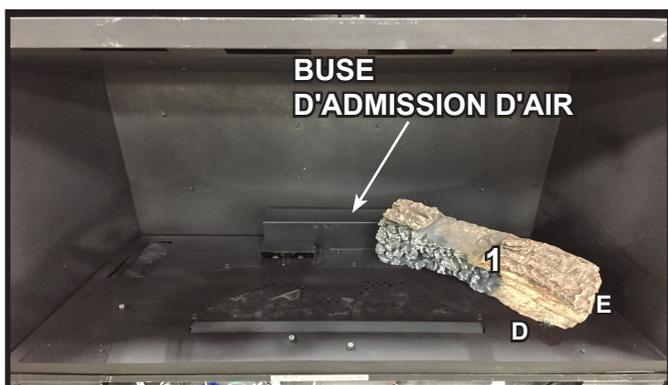

Figure 9 Bûche n°1 installée
**BÛCHE N° 1 :** Placez l'extrémité droite de la bûche 1 sur le plateau de base entre les broches E et F. Faites tourner la bûche jusqu'à ce que l'extrémité gauche de la bûche entre en contact avec la buse d'admission d'air. Voir la figure 9.